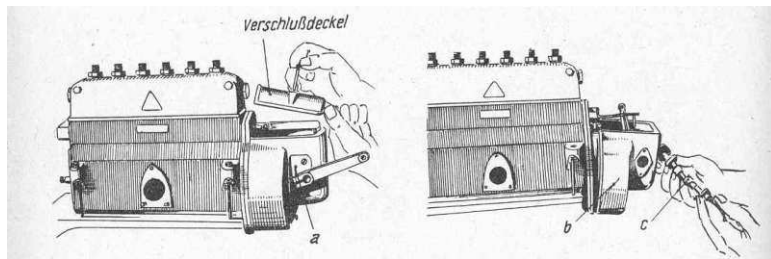

Bild 5 Regler der Deckel Pumpe wird zerlegt
1. Oberen Verschlussdeckel mit 2 Schrauben abnehmen (Bild 5)
2. Die beiden Lagerschilder a und Exzenterwelle e (Bild 5) und das Gehäuse b lösen, damit man die Exzenterwelle c herausziehen kann